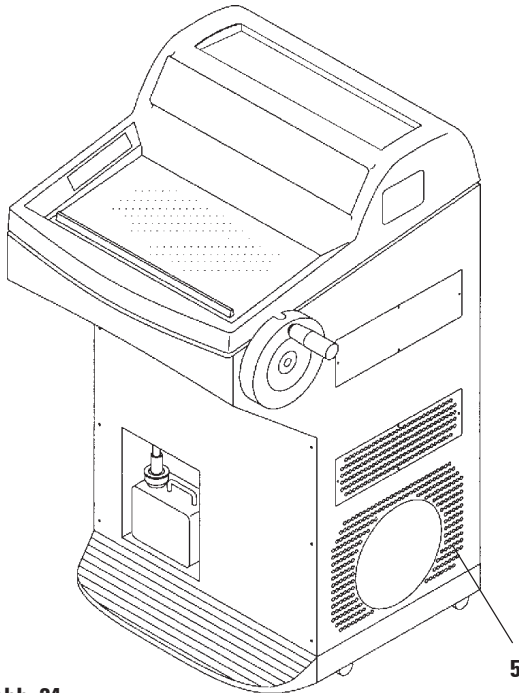

Abb. 24
- Bei sichtbarer Verschmutzung (Staubflocken, etc.) die Lufteintrittsöffnung (5, Abb. 24) des Verflüssigers unten an der rechten Geräteseite mit einem Pinsel, Besen oder Staubsauger in Lamellenrichtung zu reinigen.